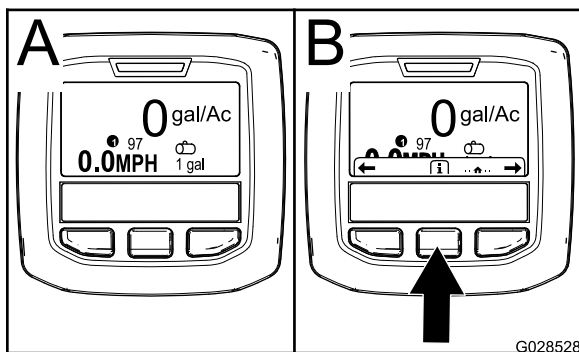

Рисунок 59
2. Приблизительно через 15 секунд появится главный экран. Нажмите среднюю кнопку выбора, чтобы вывести информацию (Рисунок 59).